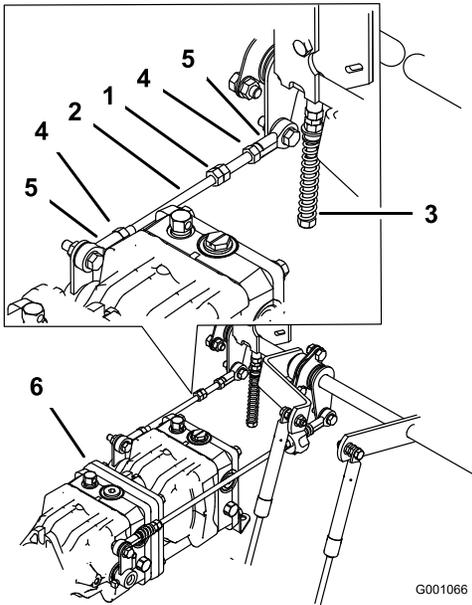

Bild 72
1. Lockern Sie die Sicherungsmuttern an den Kugelgelenken der Pumpsteuerungsstange (Bild 72).
3. Stellen Sie die Länge der Pumpstange ein, indem Sie die Doppelmutter an der Stange so weit in die entsprechende Richtung drehen, bis das Rad stillsteht oder sich leicht zurückdreht (Bild 72).
6. Ziehen Sie die Klemmmuttern an den Kugelgelenken fest (Bild 72).